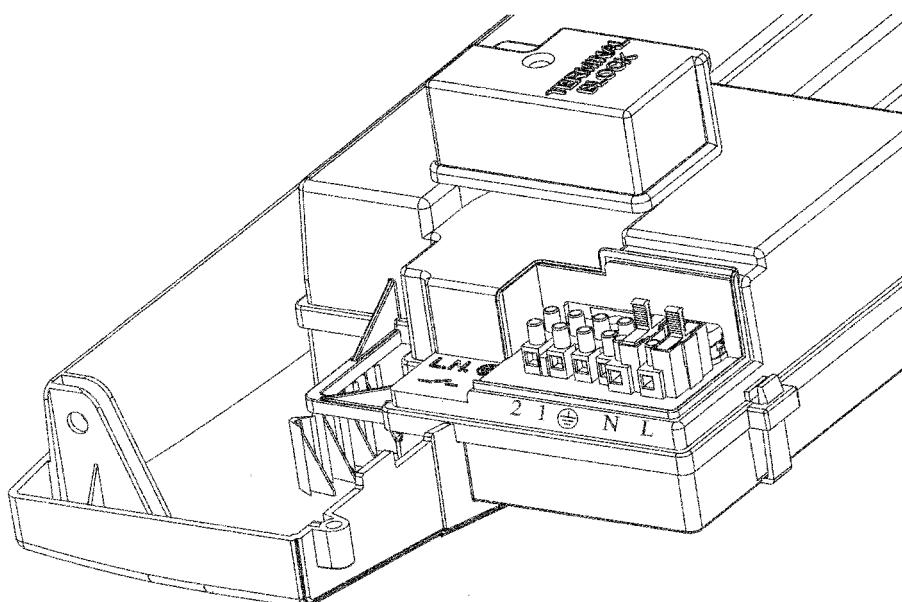

Рис.11
- для доступа к контактам снимите крышку (рис.11).
- Открыть доступ к клеммам подключения электропитания (рис. 11), в соответствии с инструкциями, изложенными в предыдущем отдеle;
- протянуть кабель из двух проводов через кабельный зажим котла и присоединить кабель, идущий от термостата, к клеммам (1) и (2);